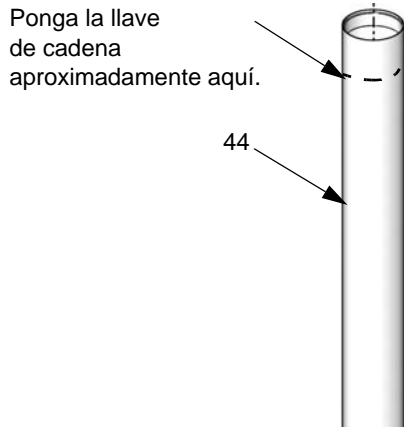
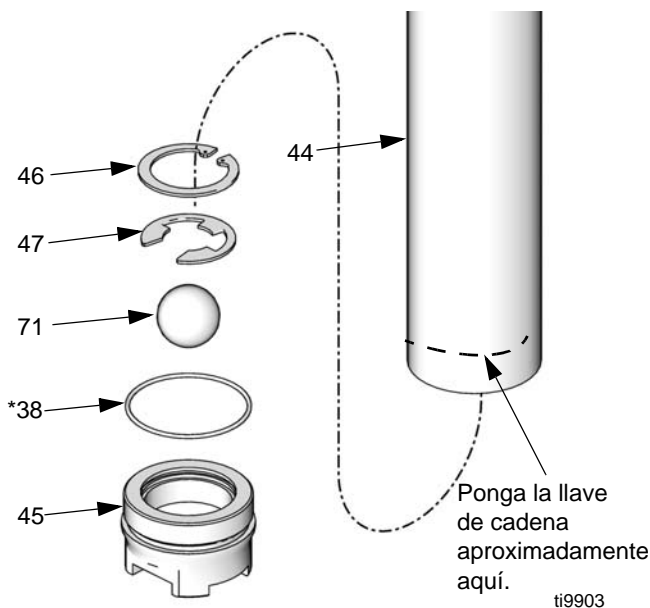

FIG. 16
FIG. 17
1. Utilice una llave de cadena cerca de la parte superior del tubo de aspiración, en el punto indicado en la FIG. 16, y una llave en la parte plana de la válvula de pie (45) para aflojar la válvula de pie del tubo de aspiración (44). Para no dañar el tubo de aspiración, no retire la válvula de pie hasta que se le indique hacerlo, en el paso 3.
NOTA: Cuando retire el tubo de aspiración, tenga mucho cuidado de no doblarlo, mellarlo ni dañarlo. Para evitar daños, use la llave de cadena sólo en las partes superior e inferior del tubo de aspiración, tal como se indica en las FIG. 16 y FIG. 17. No aplique la llave a la parte central del tubo de aspiración.
2. Con la válvula de pie aún colocada para soportar el tubo de aspiración, utilice una llave de cadena cerca de la parte inferior del tubo de aspiración, en el punto indicado en la FIG. 17 para aflojar el tubo de aspiración (44) del cuerpo de la bomba (34).
3. Retire el conjunto de la válvula de pie del tubo de aspiración (44).
4. Retire el anillo de retención (46), el anillo de presión (47), la bola (71) y la junta tórica (38*) de la válvula de pie (45). Inspeccione todas las piezas en busca de daños. Consulte FIG. 17.